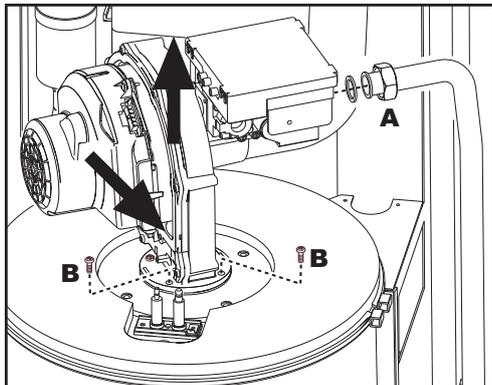
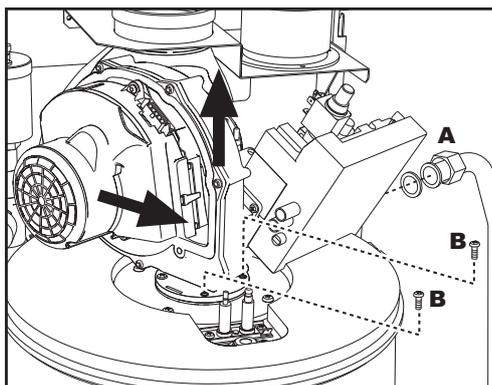

fig. 50 - modello FUTURIA POWER 80 - 160
fig. 51 - modello FUTURIA POWER 125 - 250
4. Allentare il girello "A" di fissaggio della valvola gas (fig. 50 e fig. 51).
5. Svitare le due viti "B" di fissaggio e sfilare il gruppo ventilatore come indicato in fig. 50 per il modello FUTURIA POWER 80 - 160 e in fig. 51 per il modello FUTURIA POWER 125 - 250.